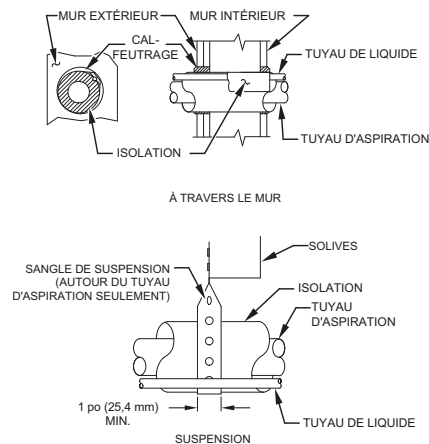

Figure 1 – Installation des conduites
6. Lorsque vous acheminez les conduites de frigorigène à travers le mur, scellez l'ouverture au moyen d'un composé de caoutchouc de silicone résistant aux variations de température ou de tout composé de calfeutrage souple à base de silicone (consultez la Figure 1);
8. Ne suspendez pas les conduites de frigorigène provenant des solives et des goujons au moyen de fils rigides ou de sangles en contact direct avec les conduites (consultez la Figure 1);
10. Au besoin, utilisez les sangles de suspension de 1 po (25,4 mm) de largeur qui correspondent à la forme de l'isolant des conduites. (Consultez la Figure 1);